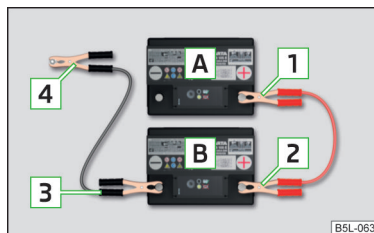

Fig. 179
- Fixez la borne **1** sur le pôle positif de la batterie déchargée **A** » fig. 179.